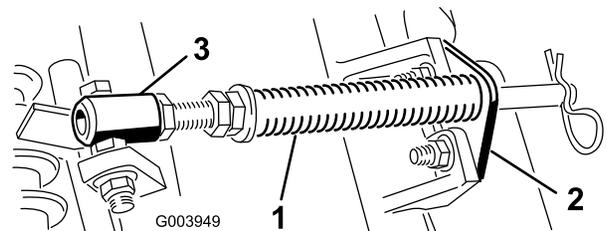

图4
- A. 拆下把杆支架固定到滚刀组凸耳上的 2 个车身螺栓和螺母（图 4）。
- B. 拆下将弹簧管栓固定到承载架凸耳（图 4）上的凸缘螺母拆下组件。